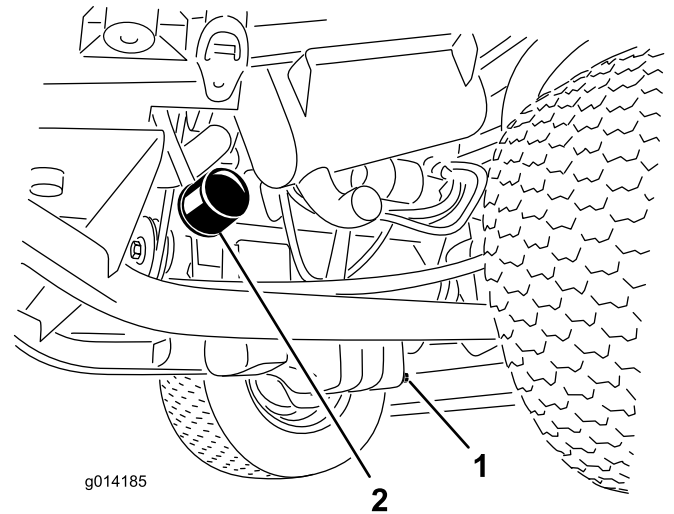

図 37
- ドレンプラグ (図 37) を外してオイルを容器に受ける。
- オイルフィルタ (図 37) を外す。